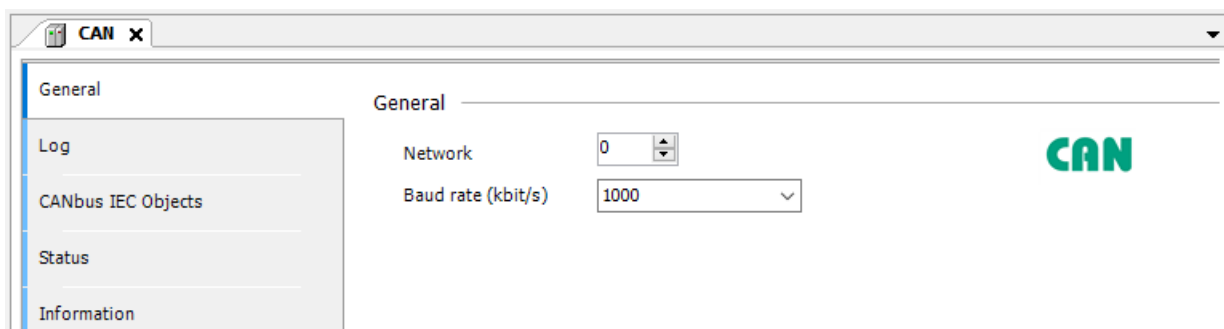

Figura 6.7: Configuração padrão CAN.
- Abra as configurações do dispositivo **CAN**, na aba **General**, configure as opções da página conforme a Figura 6.7.